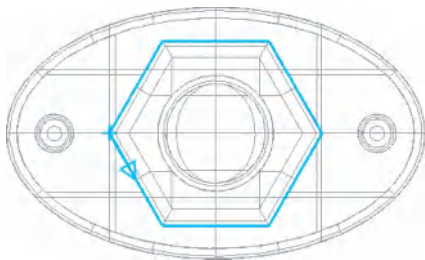

图 8-10 选择加工边界
1) 选择【刀路】/【3D】/【挖槽】命令，选取所有曲面，单击【结束选择】按钮。系统弹出【刀路曲面选择】对话框，在【切削范围】选项卡处单击[选择]按钮，系统弹出【线框串连】对话框，选取六边形边界，如图 8-10 所示。单击【线框串连】对话框中的【确定】按钮，系统弹出【刀路曲面选择】对话框，单击该对话框的【确定】按钮.